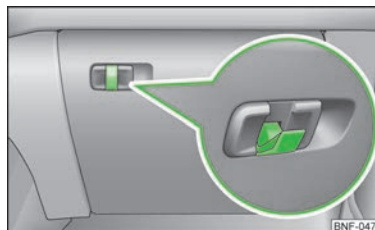

Fig. 52
În mânerul de deschidere al capacului compartimentului de depozitare se găsește un cârlig rabatabil » fig. 52, care servește la agățarea unor bagaje de mici dimensiuni, cum ar fi, de ex., gețile, sau similar.
- Dacă cârligul este rabatat înspre exterior » fig. 52, compartimentul de depozitare nu poate fi deschis.